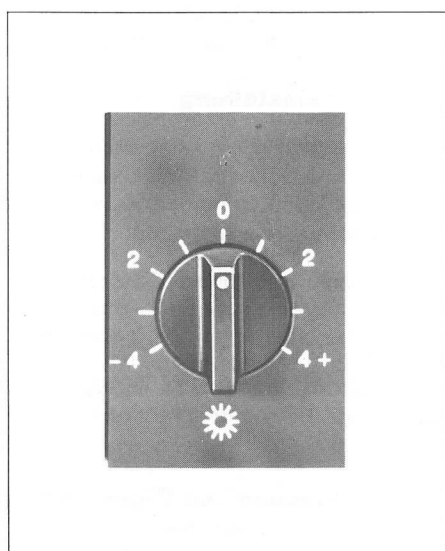

Bild 16 Stellknopf „Sonne“
4.2 Stellknopf SONNE (Bild 16/18)